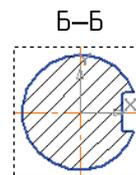

Рис. 8.33
- В поле **Угол** на **Панели свойств** введите значение угла наклона 0 градусов – система построит на окружности осевые линии (рис. 8.33).